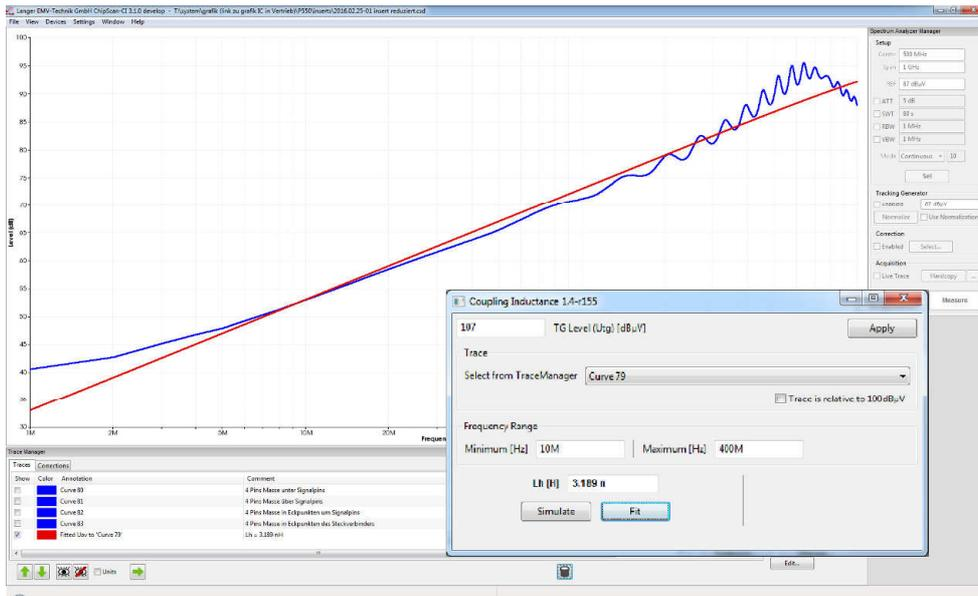

Bild 42 Ungünstige Wahl des Frequenzbereiches führt zu einem sichtbaren Fehler beim Anschmiegern der Induktivitätsgeraden
7. Eingabe der Fenstergrenzen für das automatische Fitting „Frequency Range“ **Bild 42**